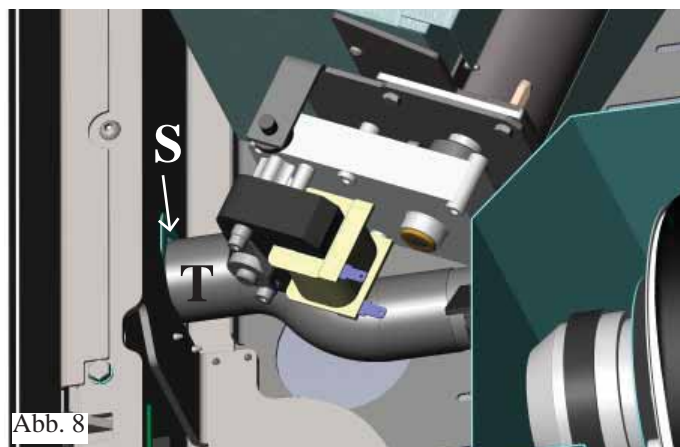

Abb. 8
Die linke vordere Ofentür (Abb. 8) öffnen, den Schlauch (T) von seiner Halterung (S) trennen und durch die Öffnung (U) auf der Rückseite des Ofens führen.